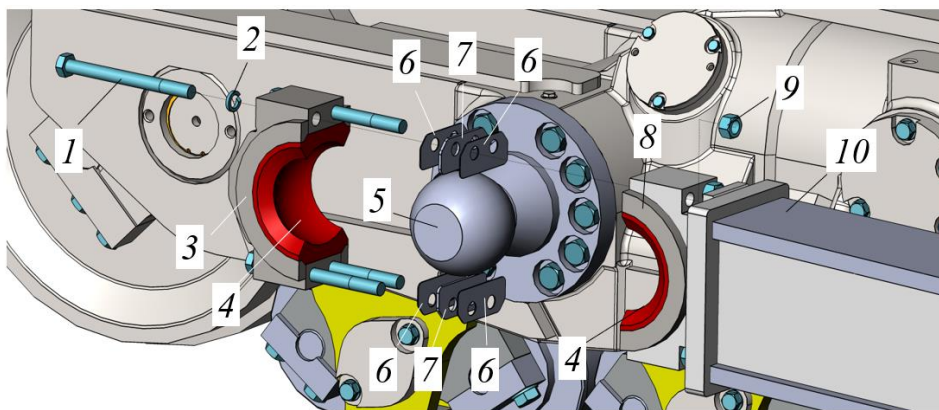

Рисунок 3.132. Установка брусьев на трактор
- ▶ Пустить двигатель и завести трактор между толкающих брусьев до совмещения опоры шаровой 5 на раме тележки с бугелем 8 на бруске 10, см. рис. 3.132.
Перед сборкой вкладыши (поз. 4, рис. 3.132) выдержать в течение 6 часов в помещении с температурой окружающего воздуха 19...25°C.